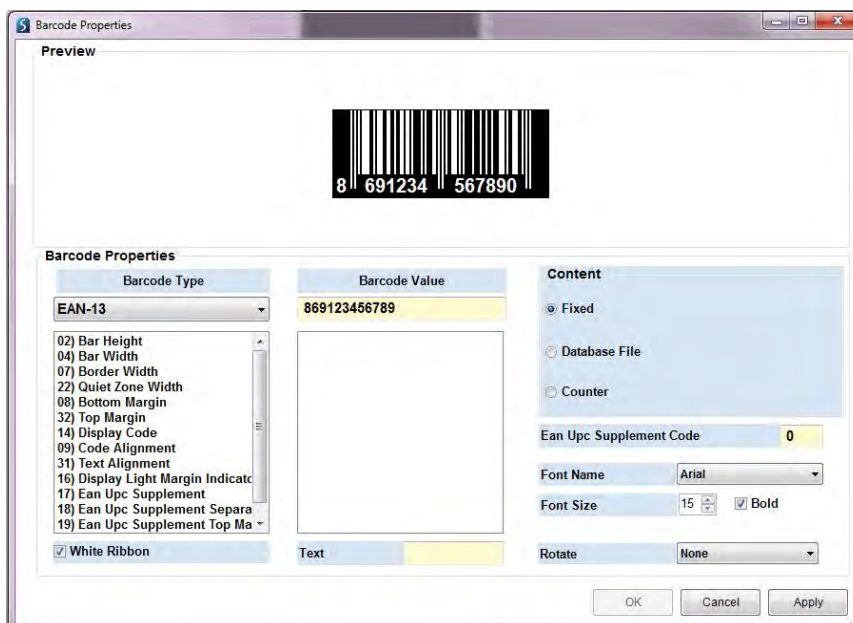

Рис. 4-33: Функция «White Ribbon» («Белый риббон»)
41. **Функция «White Ribbon» («Белый риббон»):** Если используется белый риббон, обязательно поставьте галочку у параметра «White Ribbon». Цвет штрихкода будет инвертирован автоматически. Данная функция полезна, если маркировка наносится на темную запечатываемую поверхность. (См. Рис. 4-33)